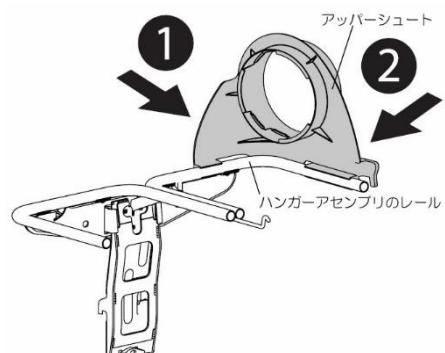

図8
- まず、図8に示されているように、ハンガーアセンブリのレールにアッパーシュートのクリップをはめ込み(1)、大まかな位置決めをします。
- 図8に示されているように、アッパーシュートのホースが差し込まれる面をレールに固定します(2)。